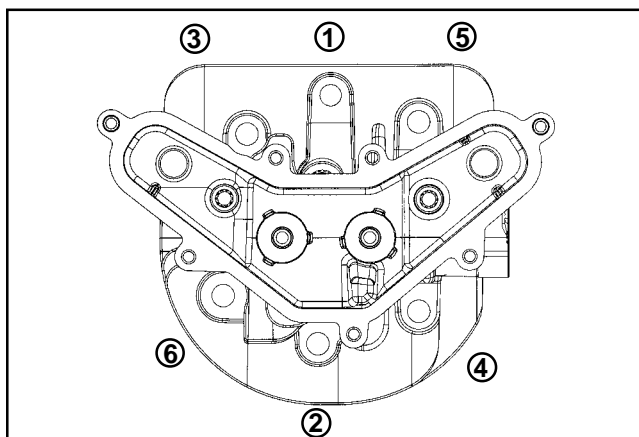

Figura 10-36. Secuencia de apriete de los tornillos de la culata.
6. Respetando la secuencia de la Figura 10-36, apriete los tornillos de la culata en dos etapas; inicialmente hasta **20,5 Nm (180 in lb)**, y finalmente hasta **41,0 Nm (360 in lb)**.